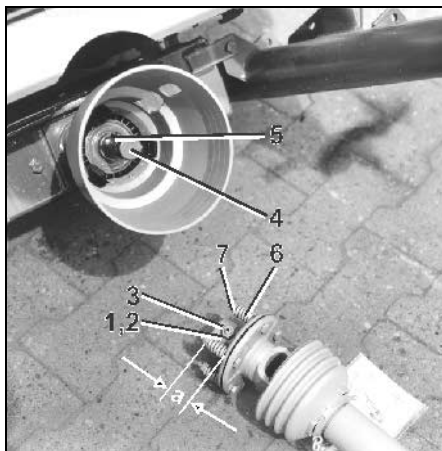

Fig. 77
Om brytbulten mellan anslutningsflänsen och ingående växellådsaxeln, brister ofta (kan förekomma på traktorer med hårt ingrepp för krafttuttagskopplingen), rekommenderas att en Walterscheid kraftöverföringsaxel med slirkoppling monteras (Fig. 77).
- Lossa kontramuttern (Fig. 77/1) (tills låsskruven ej når utanför kontramuttern), skruva ut låsstiftet (Fig. 77/2) och kontrollera att anslutningsgaveln går lätt att skjuta på växellådsaxeln.
- Skjut på den infettade anslutningsgaffeln (Fig. 77/3) på ingående axeln (Fig. 77/4) för växellådan.
Se till att kilen (Fig. 77/5) blir helt övertäckt!
- Fixera special-kraftöverföringsaxeln från att röra sig axiellt. Drag därför åt låsstiftet med en insex-nyckel och lås med kontramuttern (Fig. 77/1) kontern.
- Lossa kontramuttern (Fig. 77/1) Skruva ut låsstiftet (Fig. 77/2).
6. Avlasta fjädrarna (Fig. 77/6) genom att lossa muttrarna (Fig. 77/7)